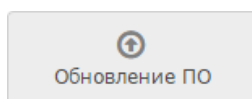

Рисунок 9.70 — Кнопка **Обновление ПО**
2. В списке узлов сети выберите требуемый узел или несколько узлов одной модели, нажмите на кнопку **Обновление ПО** (рисунок 9.70).